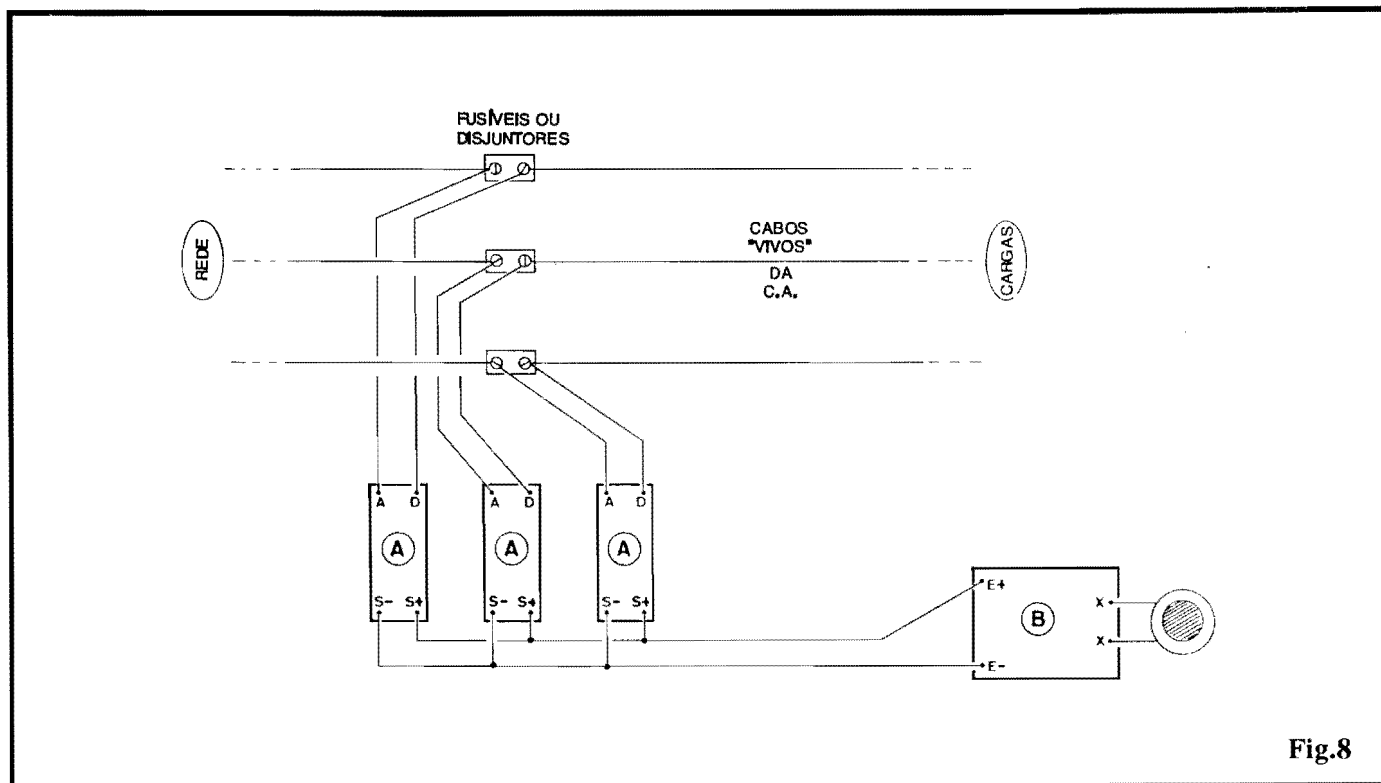

Fig.8
- FIG. 8 - UMA INSTALAÇÃO TÍPICA, COM MONITORAÇÃO DE MÚLTIPLOS FUSÍVEIS/DISJUNTORES... - O diagrama mostra, com clareza, como deve ser feita a instalação
Devido aos reduzidos custos finais, mesmo em sistemas que monitorem simultaneamente vários ruptores, no caso de instalações industriais ou profissionais muito amplas, nada impede (muito pelo contrário...), que conjuntos do APFD sejam setorizados, usando-se um conjunto completo (como no exemplo da FIG. 8) junto a cada quadro de força ou de distribuição existente na rede de energia do local...